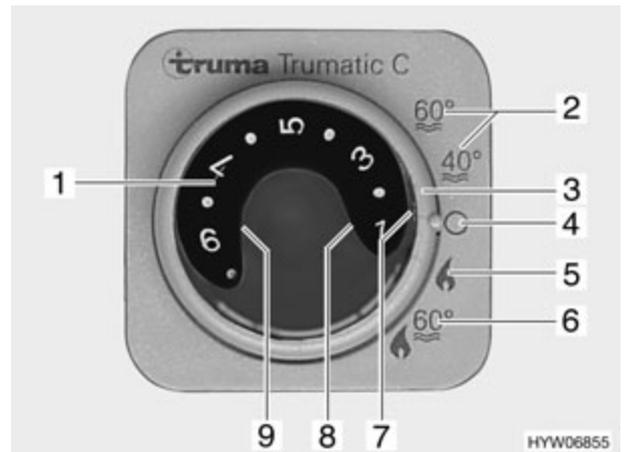

Fig. 124 Unité de commande pour chauffage/chauffe-eau
■ Régler le mode de régime à l'aide de l'interrupteur tournant (Fig. 124,3) :
- Régime été "40 °C" ou "60 °C" (Fig. 124,2)
- Régime hiver "Chauffage sans chauffe-eau" (Fig. 124,5)
- Régime hiver "Chauffage et chauffe-eau" (Fig. 124,6)
- Arrêt (Fig. 124,4)
Le chauffage à air chaud règle le degré d'allumage automatiquement en fonction de la température ambiante requise. Une fois que la température ambiante désirée est atteinte, le brûleur s'éteint. La température intérieure est mesurée avec la sonde de température qui se trouve à côté du panneau de contrôle. En mode "Chauffage et chauffe-eau" (Fig. 124,6) l'eau est également chauffée dans le chauffe-eau. Il est possible de faire fonctionner le chauffage à air chaud en mode "Chauffage sans chauffe-eau" (Fig. 124,5) et le chauffe-eau vide.
- Régler le bouton tournant de température (Fig. 124,1) de l'unité de commande sur la température ambiante désirée.
- Régler l'interrupteur tournant (Fig. 124,3) en régime hiver "Chauffage sans chauffe-eau" ou en régime hiver "Chauffage et chauffe-eau".
Le voyant de contrôle vert (Fig. 124,7) s'allume.
- Régler l'interrupteur tournant (Fig. 124,3) sur "O" (Fig. 124,4).
- ▷ Si le chauffage à air chaud sur l'unité de commande (Fig. 124) est réglé sur régime été (Fig. 124,2) et que le sélecteur de source d'énergie est réglé sur régime mixte (Fig. 125,4 ou 5), le chauffage à air chaud ne fonctionne, cependant, qu'en régime 230 V. Le brûleur à gaz ne s'enclenche pas.
La combinaison régime au gaz et régime électrique 230 V permet de raccourcir la période de chauffage (uniquement possible lorsque le chauffage à air chaud sur l'unité de commande (Fig. 124) est réglé sur régime hiver).